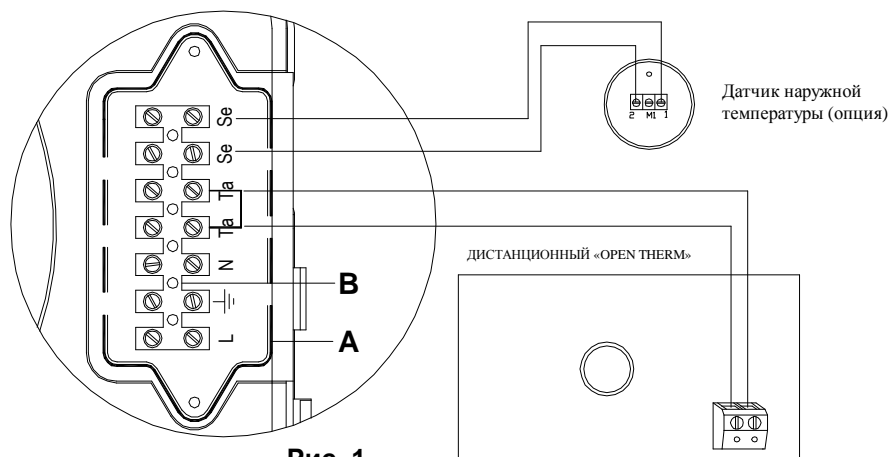

Рис. 1
- Ослабьте винты и снимите пластину А (см. рис. 1).
- c. Ослабьте винты и снимите пластину А (см. рис. 1).